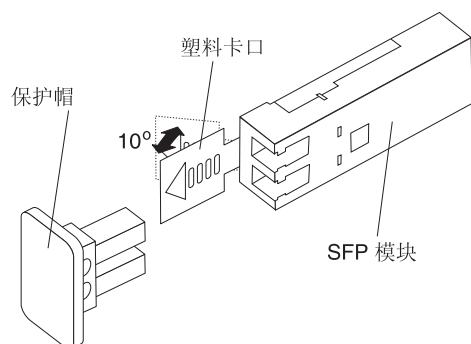

图 14. SFP 模块解锁 - 塑料卡口可能会有所不同
- 对于具有塑料卡口的 SFP 模块，将塑料卡口向外拉 10° 即可为 SFP 模块解锁，如第 27 页的图 14 中所示。